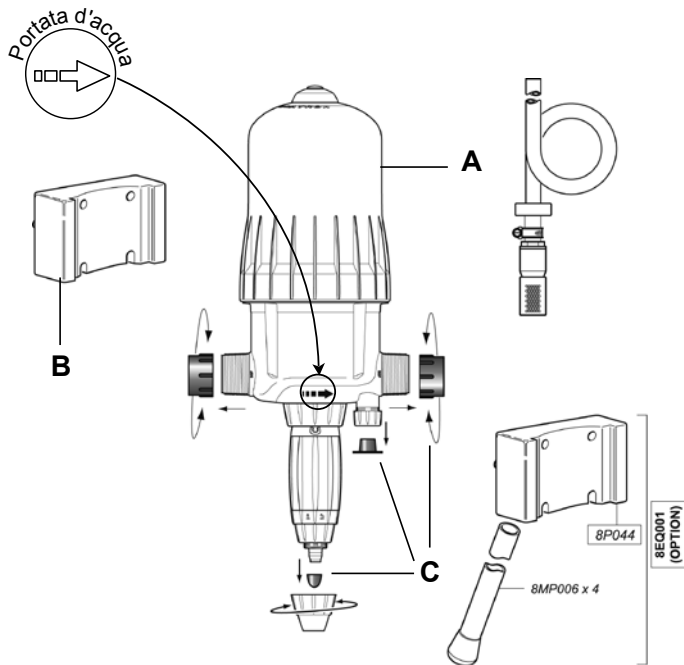

Fig. 1
- Introdurre l'incastro a coda di rondine del Dosatron (**Fig. 1-A**) nel supporto murale (**Fig. 1-B**).
- Rimuovere i tappi di protezione (**Fig. 1-C**) che ostruiscono gli orifici del suo DOSATRON prima di collegarlo alla rete d'acqua.